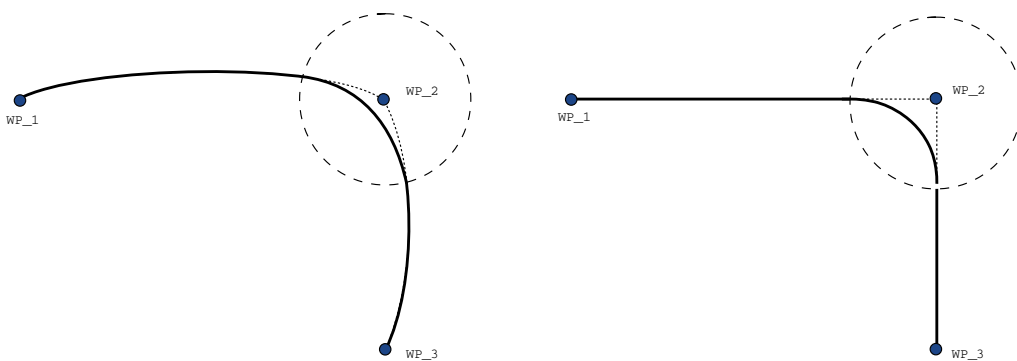

FIGURE 15.6 – Espace joint (MoveJ) contre espace cartésien (MoveL) mouvement et lissage.
- **Lissages impliquant DéplacementJ** les lissages DéplacementJ créent une courbe lisse dans un espace d’articulation. Ceci est valable pour les lissages de DéplacementJ à DéplacementJ, DéplacementJ à DéplacementL et DéplacementL à DéplacementL. Le lissage produit une trajectoire plus lisse et rapide que les déplacements sans lissage (voir la Figure 15.6). Si la vitesse et l’accélération sont utilisées pour préciser le profil de vitesse, le lissage reste dans le rayon de lissage pendant le lissage. Si vous utilisez temps au lieu de vitesse et accélération pour préciser le profil de vitesse des deux déplacements, la trajectoire du mélange suit la trajectoire de DéplacementJ d’origine. Lorsque les deux mouvements sont limités par le temps, l’utilisation de mélanges ne fait pas gagner du temps.